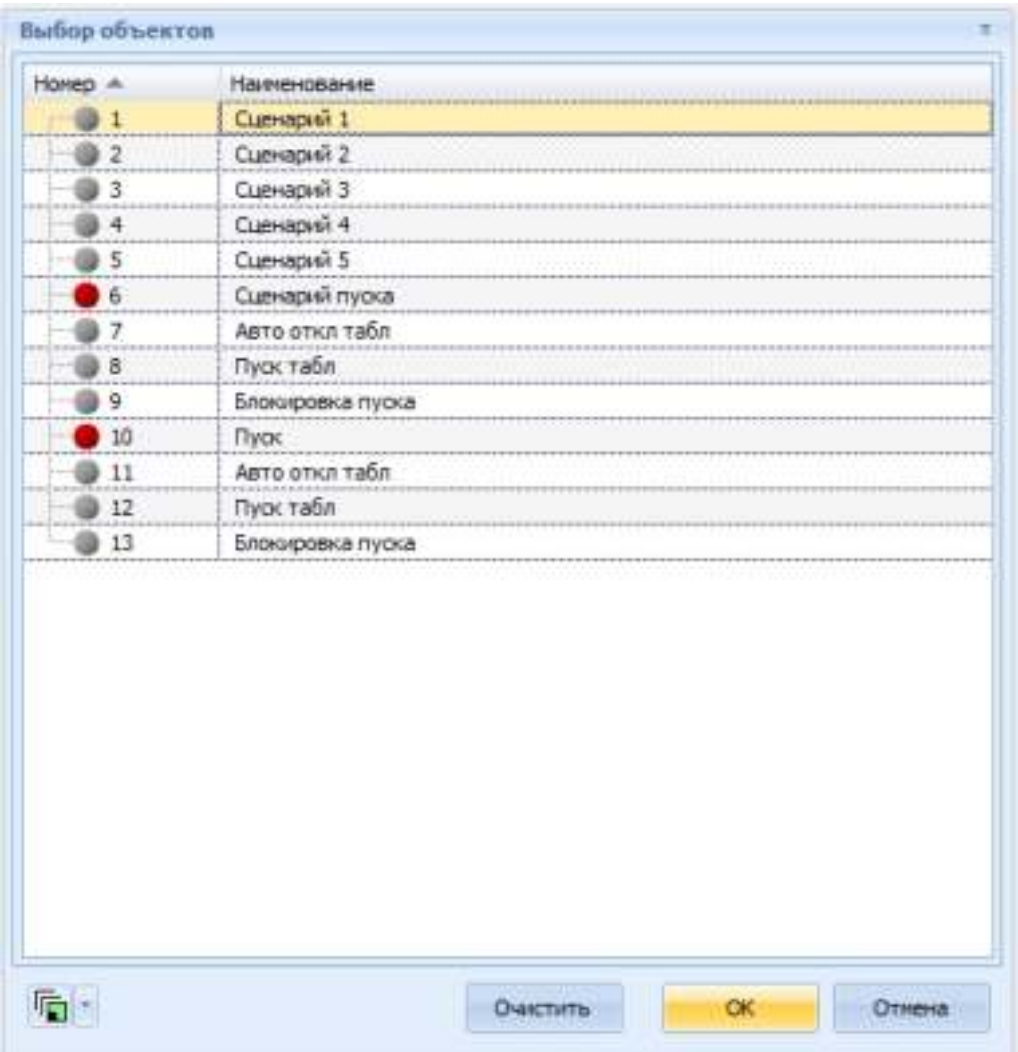

Рисунок 4
4.4 Затем раскрыть список направлений, правым кликом вызвать выпадающее меню для требуемого направления и выбрать пункт «Свойства» (см. рисунок 4). В открывшемся окне выбрать необходимый для отображения сценария.